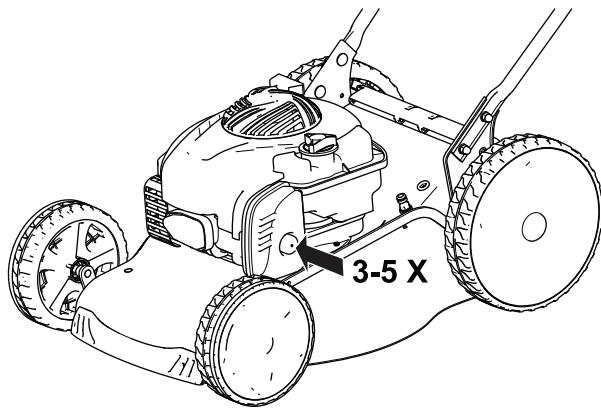

Figura 14
1. Pulse el cebador 3 a 5 veces (Figura 14).